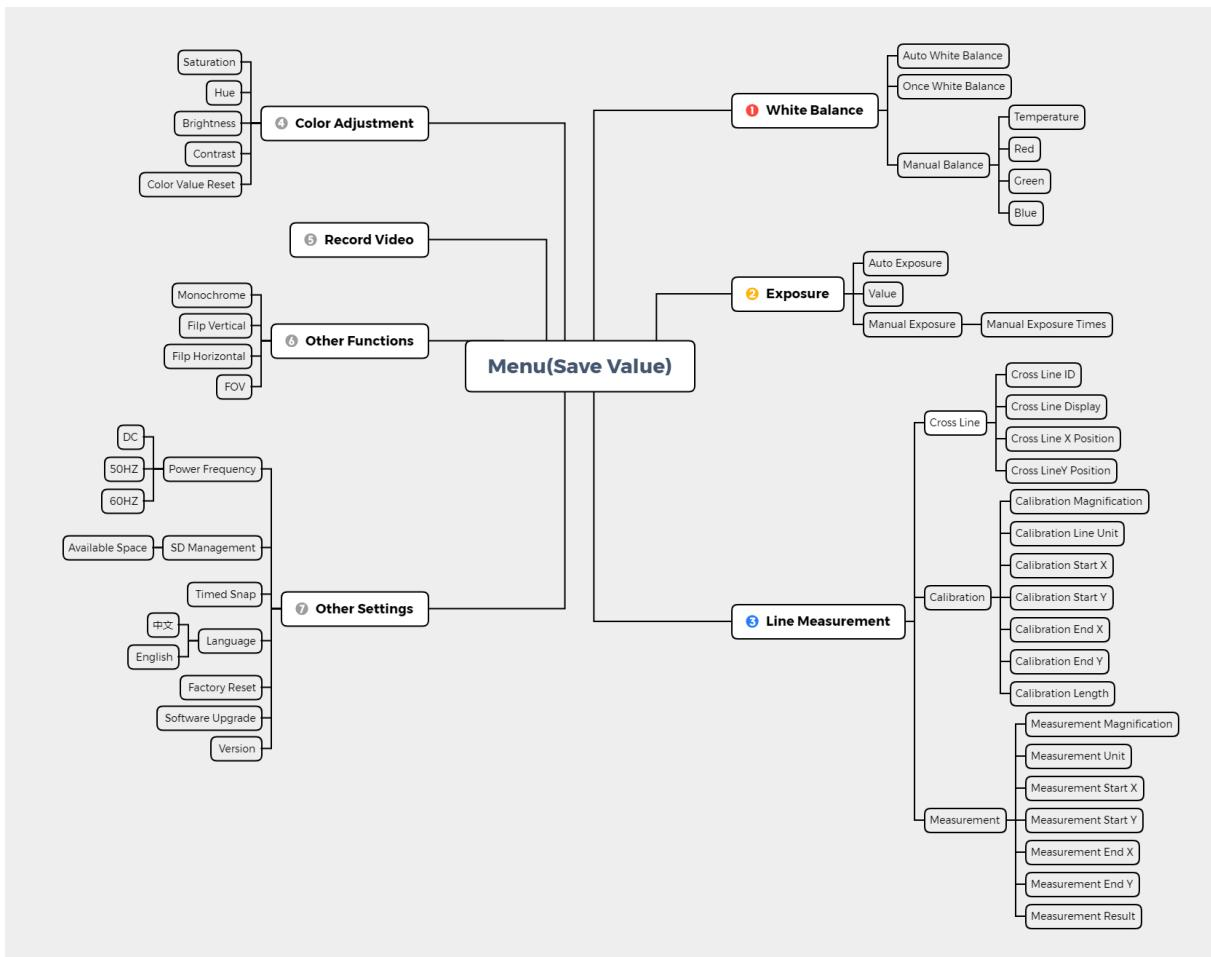

Fig. 21
4. Die spezifischen Funktionen dieses Menüs sind in Fig. 21 dargestellt.